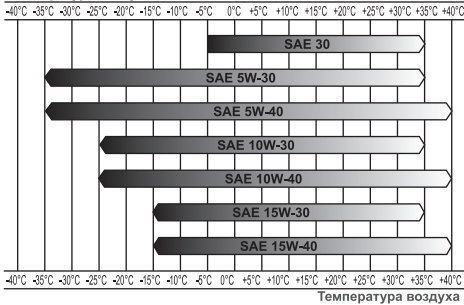

Рис. 9 Определение вязкости масла
*Нельзя применять масло для двухтактных двигателей. Рекомендуется применять моторное масло для четырехтактного бензинового двигателя категории SJ и выше по системе классификации API. Вязкость масла по классификации SAE выбирается в зависимости от температуры окружающего воздуха, при которой будет работать двигатель. При выборе вязкости масла пользуйтесь таблицей, показанной на Рис. 9.*